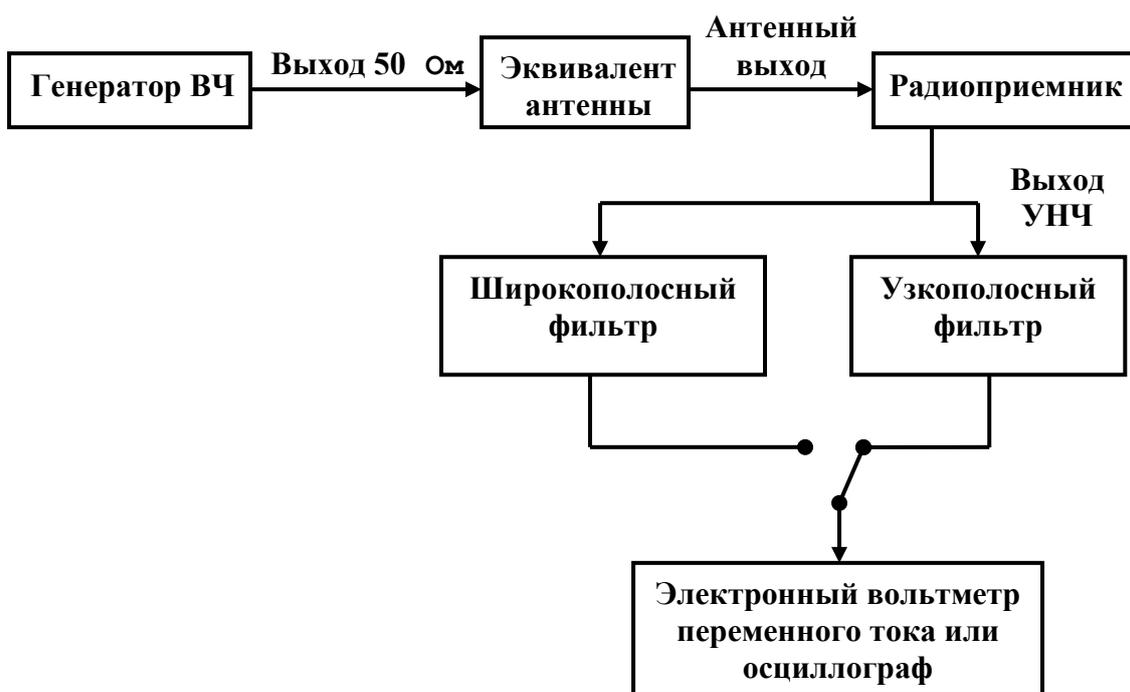

Рис. 23. Структурная схема подключения измерительных приборов №2.
1. Подключить измерительные приборы в соответствии с рис. 23. Подать на вход приемника измерительный сигнал со средней частотой диапазона, в котором определяется чувствительность, и с уровнем, равным номинальной чувствительности. Задать параметры модуляции, указанные выше для режима «Моно». Настроить приемник на несущую частоту сигнала генератора по максимуму выходного низкочастотного напряжения. Регуляторы тембра и ширины полосы пропускания установить в максимальные положения.